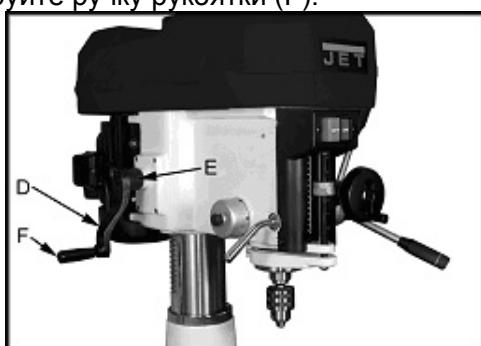

Рис. 2
Установите рукоятку регулировки высоты (D, Рис. 2) на цапфу рукоятки и зафиксируйте резьбовым штифтом (E).